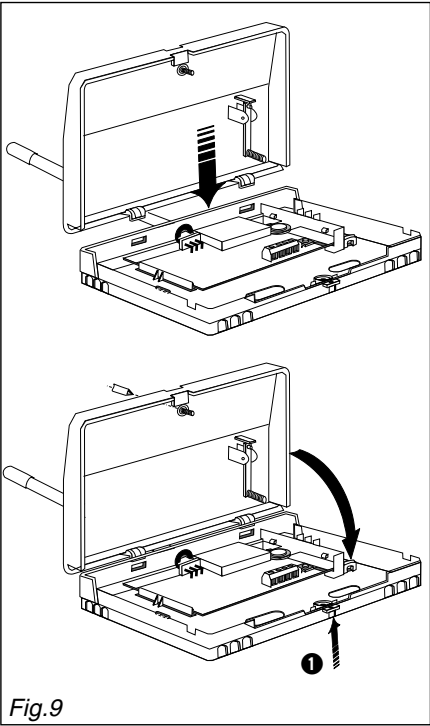

Fig.9
2.6 Fermeture et plombage du boîtier (fig.9)
- 3- Utiliser l'œillet ❶ pour un fil de plombage Ø 0,8 mm.